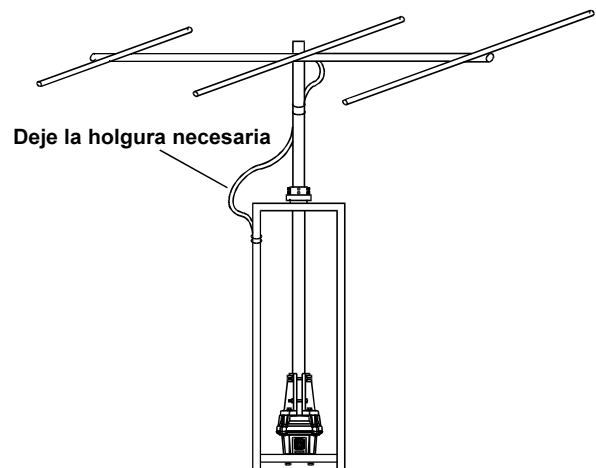

Figura 16
11. Deje suficiente holgura en el cable coaxial de modo que la antena pueda girar sobre toda su extensión de 450° sin ejercer tensión sobre esa línea (ver figura 16). Fije el cable coaxial en la torre con cinta aislante o si prefiere, con anillos para cable resistentes a la radiación ultravioleta.